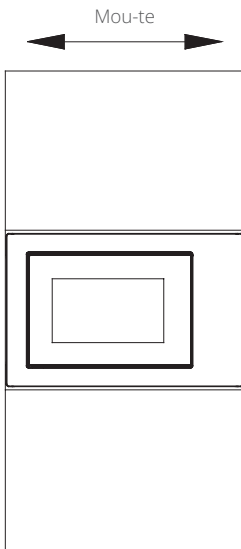

Fig.3
c) Mou el producte en paral·lel a l'armari de la cuina seguint la direcció de la fletxa de la figura i mantén-lo centrat. (Fig.3)